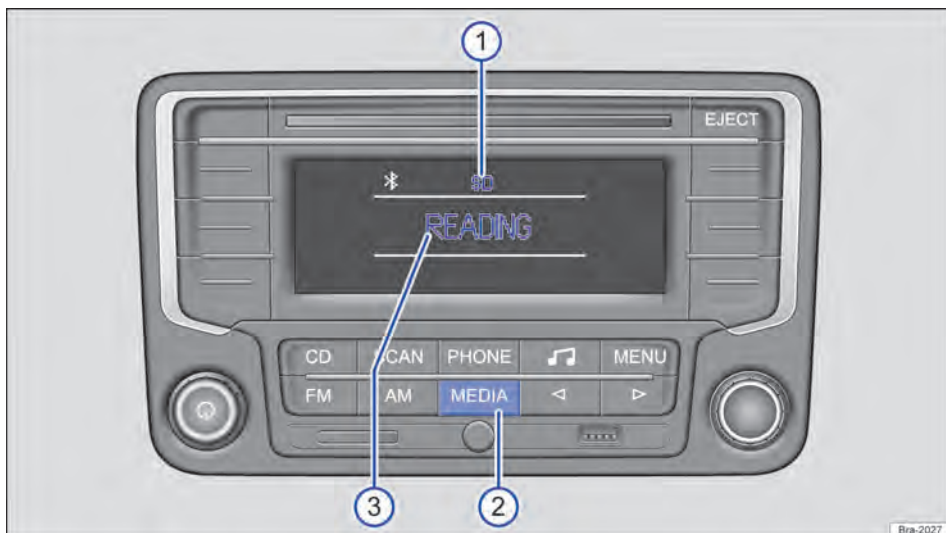
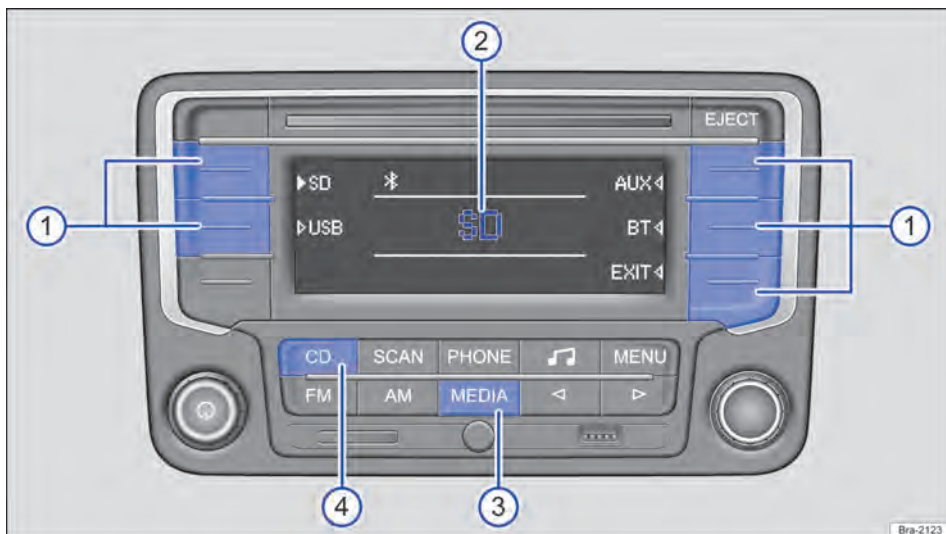

Fig. 132 Exemplo de exibição na operação de mídia: o rádio lê arquivos de um cartão SD.
Fig. 133 Exemplo de exibição na operação de mídia: a reprodução da última fonte de mídia tocada é continuada, outras fontes de mídia são selecionáveis.
Na operação de mídia podem ser selecionadas e controladas diferentes fontes de mídia. Para trocar para a operação de mídia, pressionar brevemente o botão do aparelho [MEDIA] → Fig. 132 ②.
Se a última fonte de mídia tocada ainda estiver conectada, a reprodução dessa fonte de mídia será automaticamente continuada e na troca para a operação de mídia ela será brevemente exibida no centro do display → Fig. 133 ②.
Na operação de mídia em execução, a fonte de mídia selecionada sempre será exibida na parte superior central do display → Fig. 132 ①.
Todas as fontes de mídia selecionáveis → Página 160, *Selecionar as fontes de mídia* são exibidas na área lateral do display → Fig. 133. Em algumas situações de operação, por exemplo, enquanto o rádio lê uma fonte de mídia, nenhuma fonte de mídia é selecionável → Fig. 132.
No centro do display é exibido o status atual da fonte de mídia, por exemplo, **READING**, enquanto o rádio lê uma fonte de mídia → Fig. 132 ③, informações sobre a faixa → Página 162 ou mensagens de erro:
Iniciar a operação de mídia → Página 159, *Menu principal MEDIA*. Se a última fonte de mídia tocada ainda estiver conectada, a reprodução dessa fonte de mídia será automaticamente continuada e na troca para a operação de mídia ela será brevemente exibida no centro do display → Fig. 133 ②.
Nas áreas laterais do display são exibidas todas as fontes de mídia selecionáveis → Fig. 133. Selecionar a fonte de mídia desejada da seguinte maneira:
- Pressionar brevemente o botão de função programado com a fonte de mídia desejada → Fig. 133 ①.
- **OU:** pressionar o botão do aparelho **MEDIA** tantas vezes necessárias até que seja exibida a fonte de mídia (exceto CD) → Fig. 133 ③.
- **OU:** pressionar o botão do aparelho **CD** para reproduzir um CD da unidade de CD interna → Fig. 133 ④.